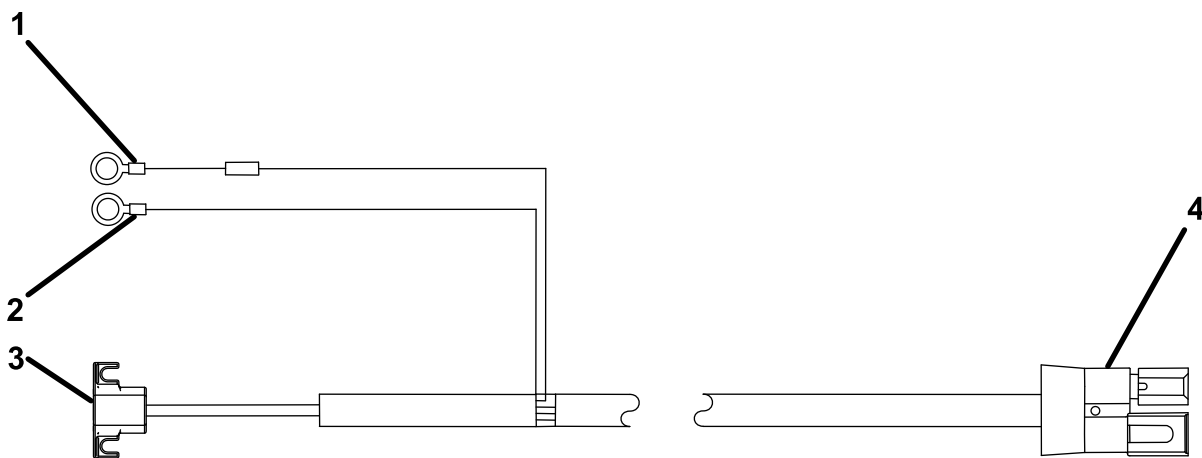

图 3
1. 用扎带将车辆线束上的撒布机接头图 3 固定至车辆后缓冲器的中心。
4. 将发动机舱内的黑色环形接头连接到负极-电池端子图 3。
5. 将发动机舱内的红色环形接头连接到正极+电池端子图 3。